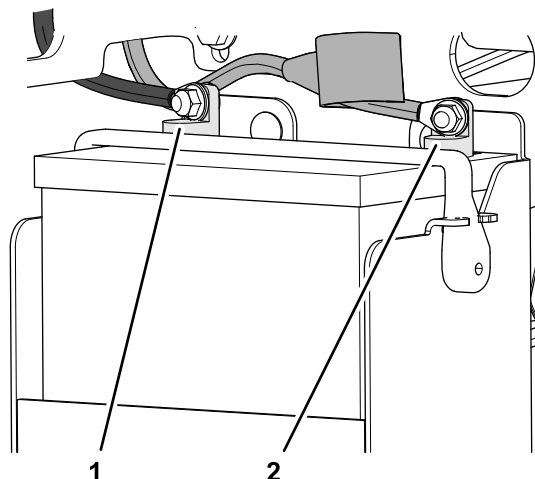

Figure 81
- Si le câble positif est également débranché, reliez le **câble positif (rouge)** à la borne positive de la batterie et placez le capuchon sur la borne positive (Figure 81).
- Remettez avec précaution le capuchon isolant, qui est au bout du câble positif de la batterie, sur la borne de la batterie Figure 81.